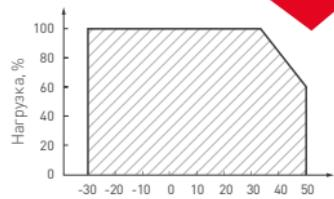

Рис. 1. Максимальная допустимая нагрузка, % от мощности источника.
- Не нагружайте источник питания более 80% от его максимальной мощности. Учитывайте, что с повышением температуры окружающей среды максимальная мощность источника питания снижается, см. график зависимости на Рис. 1.